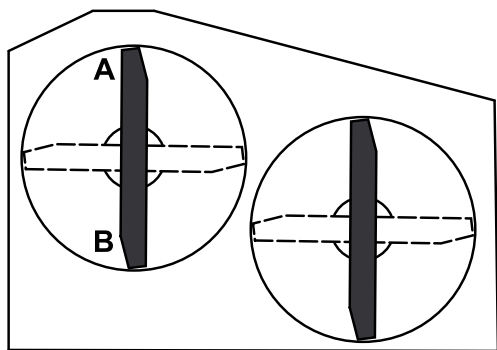

Figura 56
2. Coloque una cuchilla en posición longitudinal. Mida en las posiciones **A** y **B** desde una superficie nivelada hasta el filo de corte de los extremos de la cuchilla (Figura 56).